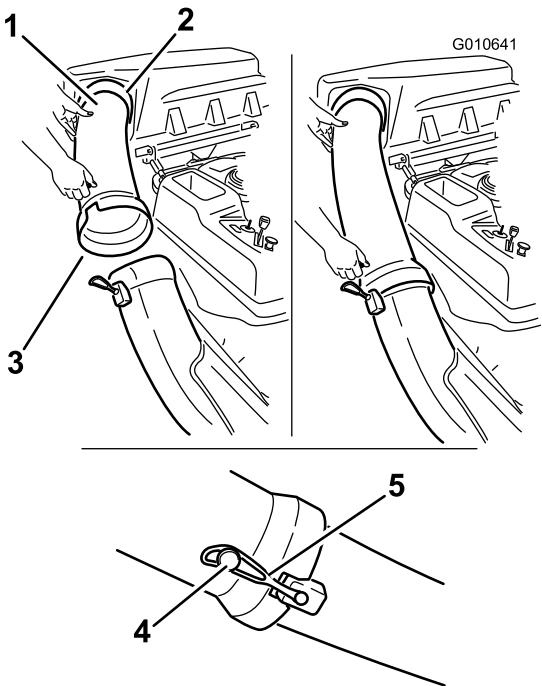

Figure 24
1. Glissez l'extrémité courbe du tube d'éjection dans l'ouverture du couvercle du système de ramassage (Figure 24).
2. Glissez l'extrémité évasée du tube d'éjection sur l'extrémité de la goulotte. Accrochez la sangle en caoutchouc de la goulotte à l'ergot situé sur le tube d'éjection pour la fixer en position (Figure 24).